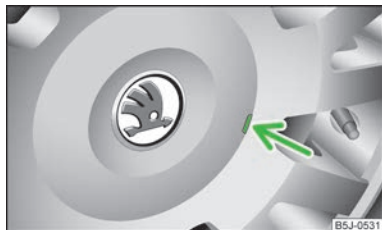

Fig. 129
- Desmontar con cuidado el embellecedor de rueda por medio del estribo de alambre de la herramienta de a bordo » fig. 129. ■